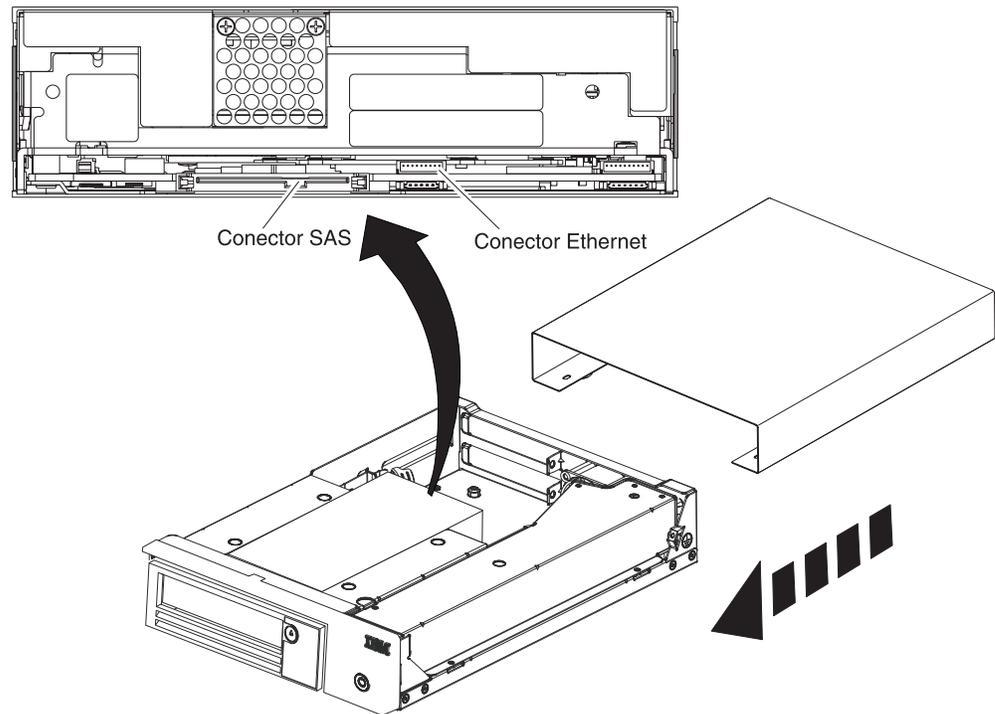

Figura 24. Removendo Cabos da Unidade Interna
6. Empurre com cuidado o painel traseiro da unidade para remover o chassi da tampa (consulte Figura 24 na página 81).
1. Desconecte o cabo da interface SAS e o cabo de interface Ethernet (consulte Figura 24) da unidade. A desconexão do cabo da interface interna SAS desconecta a interface SAS e a energia elétrica da unidade.